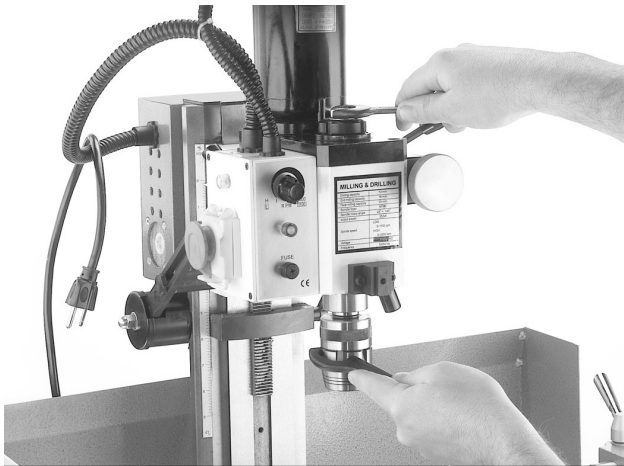

Fig. 12 Installering av fresechuck.
- Hold chucken på plass og spenn fast låsemutteren på trekkstangen til den sitter fast. Se **fig 12**. TREKK IKKE TIL låsemutteren for mye, for da kommer det å være vanskelig å ta bort chucken fra spindelkonen.